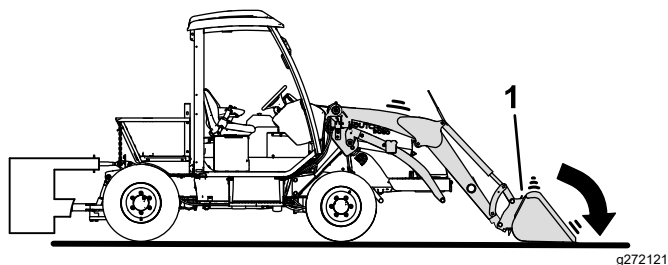

Figura 46
2. Rilasciate la pressione su ciascun fermo del braccio di caricamento ruotando leggermente in avanti l'attrezzo del caricatore e abbassandolo a terra (Figura 46).